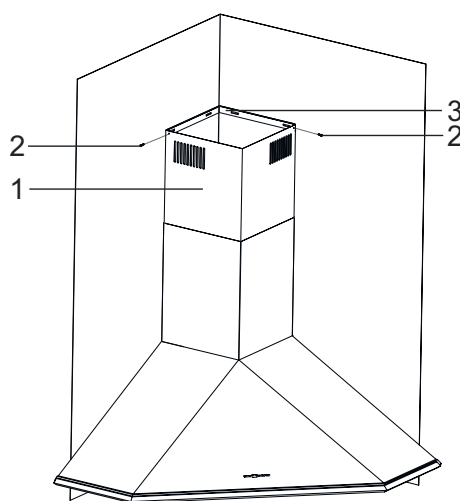

Fig. 15
- Fixar a conduta interior à placa de ligação da conduta a partir dos lados esquerdo e direito com parafusos, puxando-a para cima.(Fig. 15)